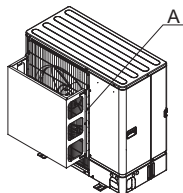

Fig. 2-4
- (2) Montér en luftledeskærm på steder, hvor kraftig vind kan blæse direkte ind i luftudgangen. (Fig. 2-4)